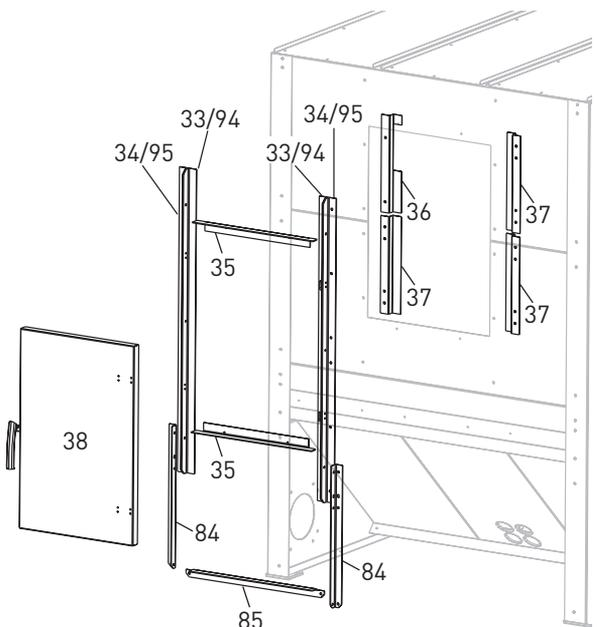

Fig. 16 Kontrolltür montieren
Vormontierte Türstreben (33 und 34 bzw. 94 und 95) an Außen-seite links/rechts an Türausschnitt senkrecht montieren. Innen 1 Z-Eisen (36) links oben und 3 Z-Eisen (37) links/rechts mitschrauben, einrichten. 2 Türrahmen quer (35) oben/unten mit je 2 Stk. M6 x 16 Sechskantschrauben von außen nach innen anschrauben und festziehen – Fig. 16.
2 Einstiegsleitern (84) und Sprosse (85) an Türstreben mit je 2 Stk. Schrauben (Tankhöhe 2,2 m) bzw. mit je 3 Stk. Schrauben (Tankhöhe 1,9 m) am Tank montieren – Fig. 16.
Scharniere von Kontrolltüre (38) in Schlitze der Türstreben einfädeln und mit 8 Stk. Sechskantschrauben M6 x 16 von außen und Muttern innen verschrauben – Fig. 16.